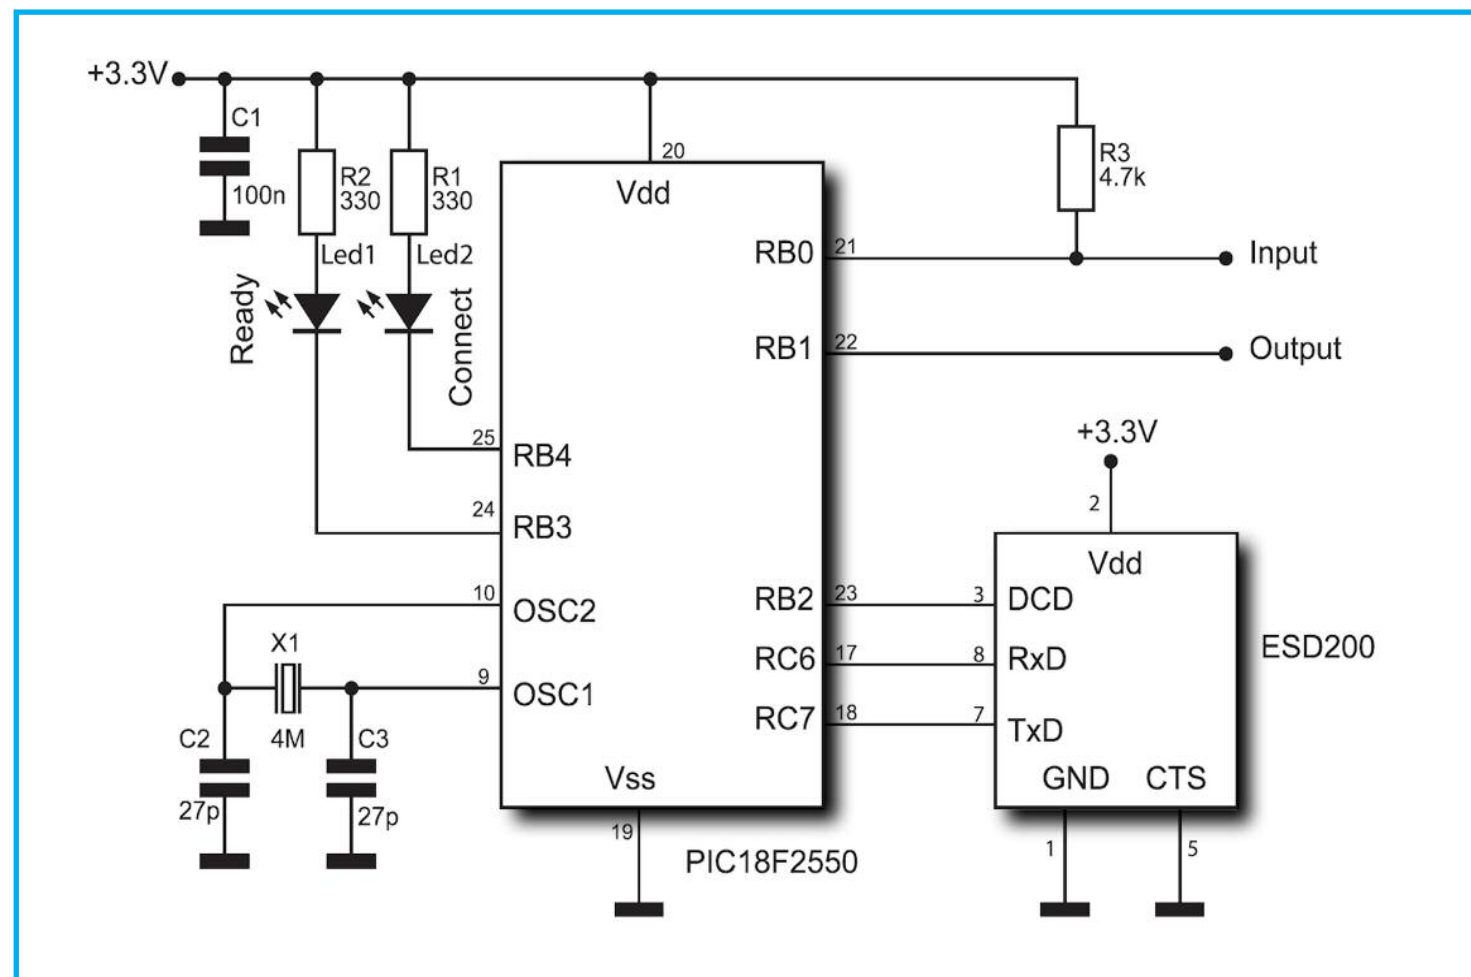

Figura 5: Schema elettrico del sistema di comunicazione Bluetooth
micro ad 8 bit avanzati PIC18. Questi sono dei processori RISC con architettura Harvard modificata: possiedono un set di 75 istruzioni rispetto alle 35 della famiglia PIC16, sono inoltre ottimizzati per l'uso di un compilatore C. Un set esteso di 8 istruzioni aggiuntive può essere usato per ottimizzare ulteriormente l'uso del compilatore. Il PIC18F2550 in particolare possiede 32 KB di memoria Flash (16 K x 16), 2 KB di RAM e 256 B di EEPROM. Comprende un moltiplicatore hardware 8 x 8 bit ed ha una dotazione molto ricca di periferiche, tra cui un USART ed anche una interfaccia USB Full Speed. Può funzionare alla velocità di clock massima di 48 MHz. Nella descrizione dell'hardware che segue facciamo riferimento allo schema elettrico in figura 5. Il pin 8 (RXD – ingresso dati UART) del modulo Parani ESD200 è collegato al pin 17 che corrisponde al TX dell'USART del PIC, mentre il pin 7 (TXD – uscita dati UART) è collegato al pin 18 (RX) del PIC. I